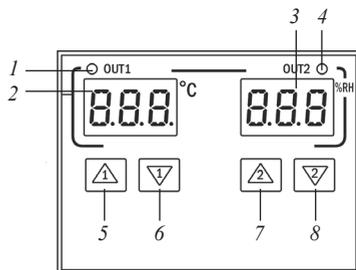

Рис. 1 – Элементы прибора
- 2.1. После включения питания прибор сразу перейдет в режим измерения. На индикаторе 2 (рис. 1) будет отображаться текущее значение температуры, на индикаторе 3 – текущее значение влажности.
Реле температуры сработает сразу, как только значение измеряемой температуры опустится ниже уставки T1. Загорится индикатор 1 (рис. 1), замкнутся контакты реле, к которым подключается нагреватель. Реле выключится сразу, как только значение измеряемой температуры превысит уставку T2, контакты разомкнутся, и индикатор 1 погаснет. Реле сработает снова, когда измеряемая температура станет меньше уставки T1.
Реле температуры сработает сразу, как только температура превысит уставку T1. Загорится индикатор 1 (рис. 1), замкнутся контакты реле, к которым подключается охлаждающее устройство, например вентилятор. Реле выключится сразу, как только значение измеряемой температуры опустится ниже уставки T2, контакты разомкнутся, и индикатор 1 погаснет. Реле сработает снова, когда измеряемая температура поднимется выше уставки T1.
Реле влажности сработает сразу, как только значение измеряемой влажности опустится ниже уставки RH1. Загорится индикатор 4 (рис. 1), замкнутся контакты реле, к которым подключается увлажнитель. Реле выключится сразу, как только значение измеряемой влажности превысит уставку RH2, контакты разомкнутся, и индикатор 4 погаснет. Реле сработает снова, когда измеряемая влажность станет меньше уставки RH1.
Реле влажности сработает сразу, как только влажность превысит уставку $RH1$. Загорится индикатор 4 (рис. 1), замкнутся контакты реле влажности, к которым подключается осушающее устройство, например вытяжка. Реле выключится сразу, как только значение измеряемой влажности опустится ниже уставки $RH2$, контакты разомкнутся, и индикатор 4 погаснет. Реле сработает снова, когда измеряемая влажность поднимется выше уставки $RH1$. Обратите внимание: в режиме осушения при достижении 100%RH реле отключается.